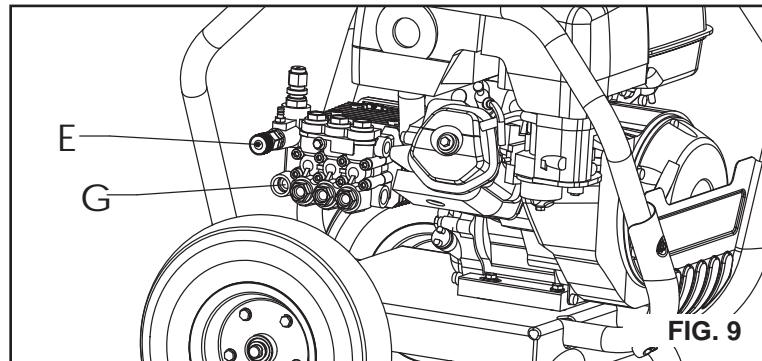

FIG. 9
6. **Branchez la source d'eau à l'orifice d'entrée de la pompe (G).** **REMARQUE :** La source d'eau doit fournir un minimum de 19 litres (5 gallons) par minute à 20 PSI. at 20 PSI. (Fig. 9)